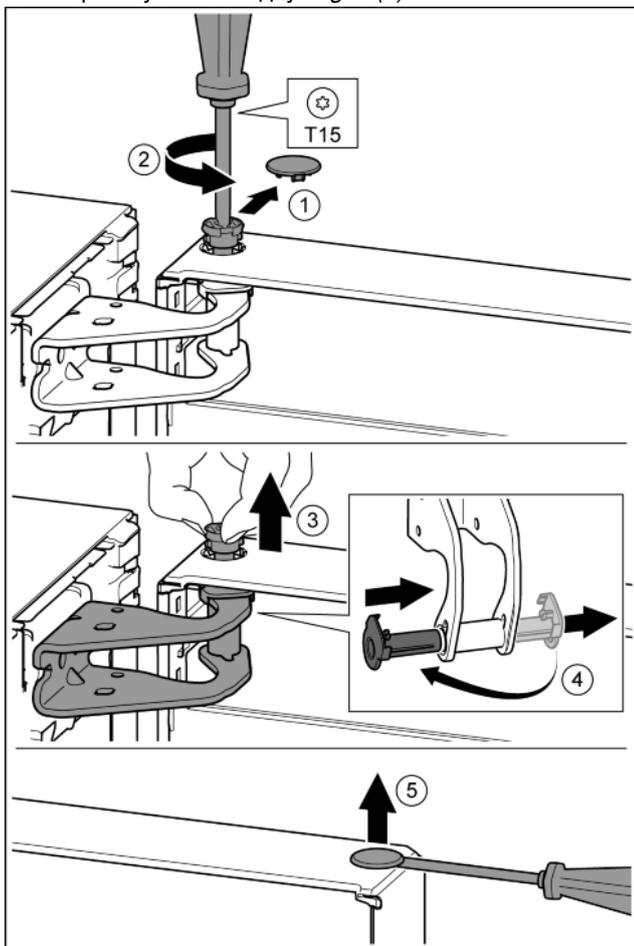

Fig. 10
- Обережно зніміть запобіжну кришку. *Fig. 10 (1)*
- Трохи викрутіть гвинт за допомогою викрутки T15. *Fig. 10 (2)*
- Притримуйте дверцята і витягніть палець руками. *Fig. 10 (3)*
- Витягніть із прямої опору втулку. Встановіть і зафіксуйте з іншого боку. *Fig. 10 (4)*
- За допомогою шліцевої викрутки обережно підійміть пробку із опорного втулка дверцят та витягніть її. *Fig. 10 (5)*